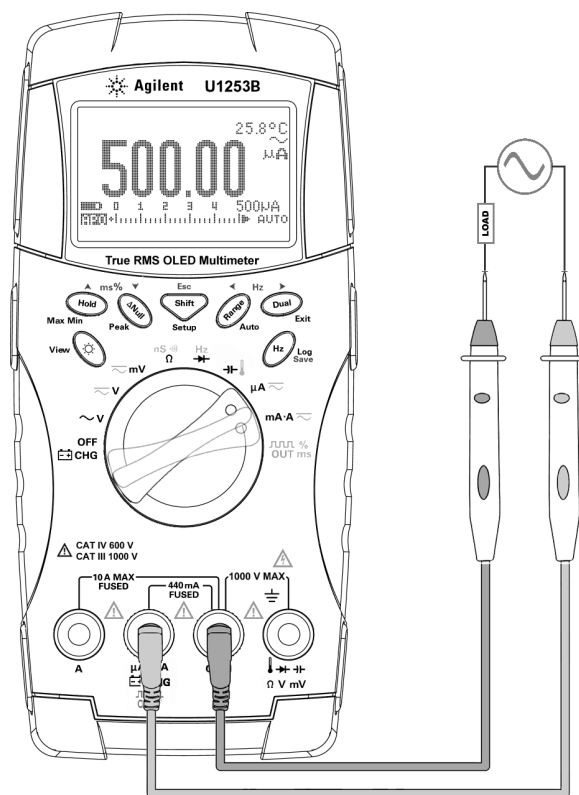

图 2-3 测量 μA 和 mA 电流
- 3 将红色和黑色测试引线分别与输入端子 $\mu\text{A}\cdot\text{mA}$ (红色) 和 COM (黑色) 连接 (请参阅第 34 页上的图 2-3)。
- 2 按第 34 页上的图 2-3 中所示连接探头。